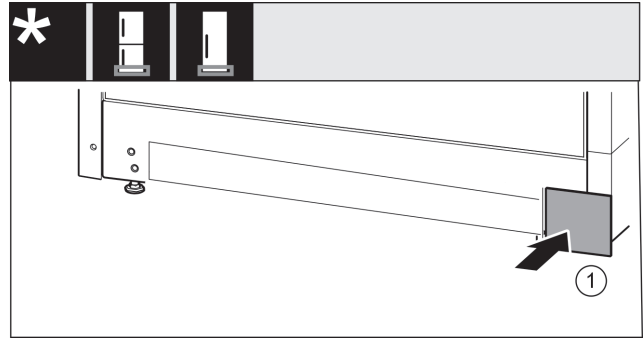

Fig. 19
- Abdeckung Fig. 19 (1) auf der anderen Seite wieder aufsetzen.